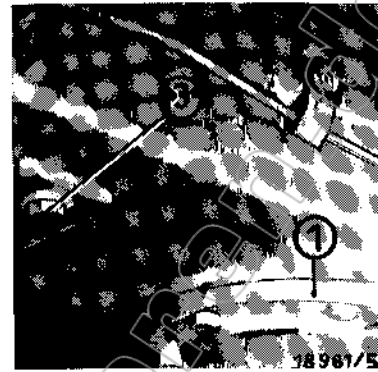

Bild 69
1. Öl aus dem Getriebe ablassen (③, Bild 69).
2. Getriebedeckel ① vom Getriebe abbauen (das Filter ist am Deckel befestigt). Auf Dichtung ⑨ achten.
3. Die beiden Sechskantmutter ② abschrauben und den Siebeinsatz ③ von der Glocke ④ abheben.
4. Distanzhülsen ⑤, Glocke ④ und Siebeinsatz ⑥ abnehmen, dabei auf Dichtung ⑦ achten.
5. Siebeinsatz ③ und ⑥ in sauberem Dieselöl oder Waschbenzin mit einem Pinsel reinigen. Zur besseren Reinigung ist es vorteilhaft, die Siebeinsätze von innen nach außen mit Druckluft (ca. 3–5 atü) auszublasen.